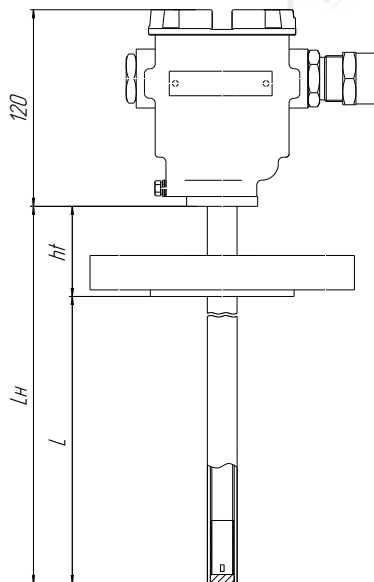

Рисунок 4
Необходимо учитывать, что изменение положения устройства крепления (размера **ht**) приводит к изменению размера **L**, поэтому для однозначной идентификации преобразователя с регулируемым устройством крепления при заказе лучше указывать полную длину направляющей **Lн** (рисунок 4): **Lн = L + ht**.
2.3.1 Для применения преобразователей СЕНС ПТ и СЕНС ПТ-Modbus в средах с температурой, превышающей 60 °С (но, не более 125 °С), принимаются меры по охлаждению корпуса (головной части преобразователя), находящейся над резервуаром. Для этого часть направляющей (трубы или соединителя) преобразователя возвышают над резервуаром на расстояние ht , достаточное для охлаждения корпуса (рисунок 4).